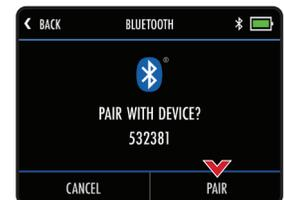

Abb. 3 - "Trolley Koppeln" Code
4. Sobald sich Wagen und Telefon gefunden haben, zeigen beide Geräte einen sechsstelligen Code an (Abb. 3). Wenn diese Codes übereinstimmen, wählen Sie auf beiden Geräten "Koppeln"